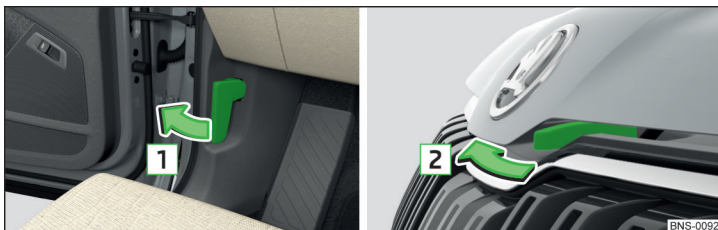

Fig. 329 Ouverture du capot
- Ouvrez la portière conducteur et tirez le levier de déverrouillage sous le tableau de bord dans le sens de la flèche **1** » fig. 329.